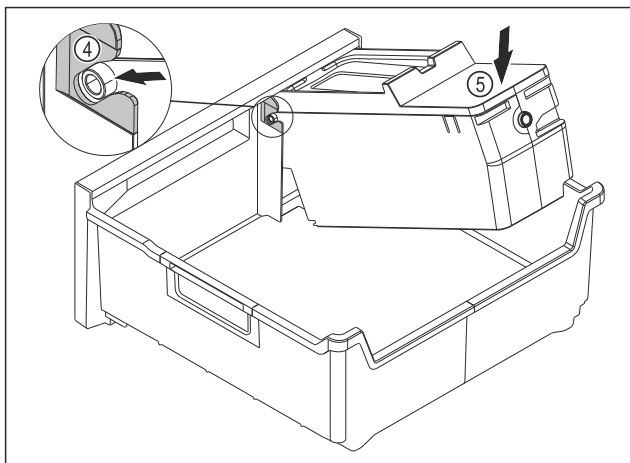

Fig. 145
- EasyTwist-Ice-Korpus montieren: Achsen des EasyTwist-Ice-Korpus in die Führungen Fig. 145 (4) einschieben.
- EasyTwist-Ice-Korpus Fig. 145 (5) hinten nach unten drücken.